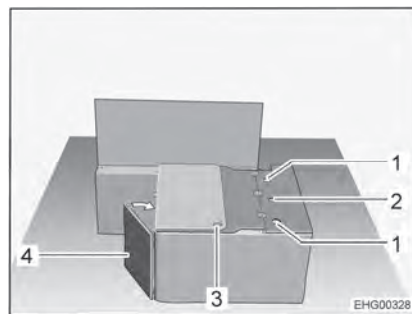

Bild 24 Während des Umbaus
- Vordere Sitztruhendeckelwand (Bild 24,4) in Richtung Seitenwand schwenken.
- Sicherheitsgurt mit Gurtschloss durch die Öffnung (Bild 24,3) im Sitztruhendeckel herausführen.
- Rückenlehne des Stecksitzes in die seitlichen Halterungen (Bild 24,1) stecken und Sterngriffschraube an der mittleren Halterung (Bild 24,2) handfest anziehen.